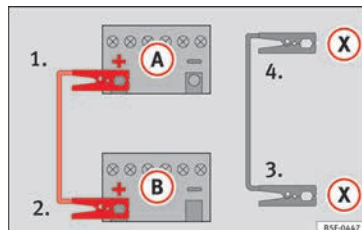

Abb. 68 Anschlussschema für Fahrzeuge mit Start-Stopp-System.
– Bei Fahrzeugen mit Start-Stopp-System: ein Ende des *schwarzen* Starthilfekabels **(X)** an einen geeigneten Masseanschluss, ein massives, fest mit dem Motorblock verschraubtes Metallteil oder an den Motorblock selbst anklemmen **» Abb. 68.**